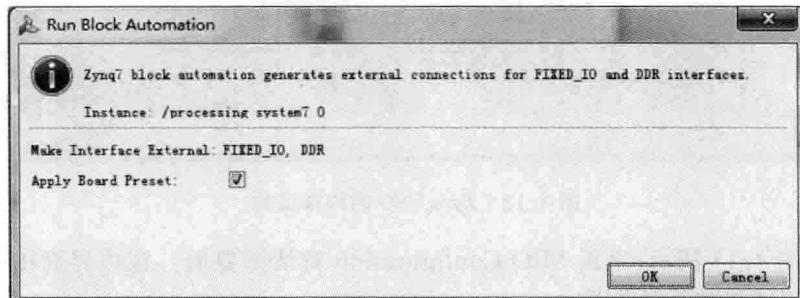

图 4.10 Run Block Automation 入口对话框界面
(7) 如图 4.10 所示,出现 Run Block Automation 对话框界面。